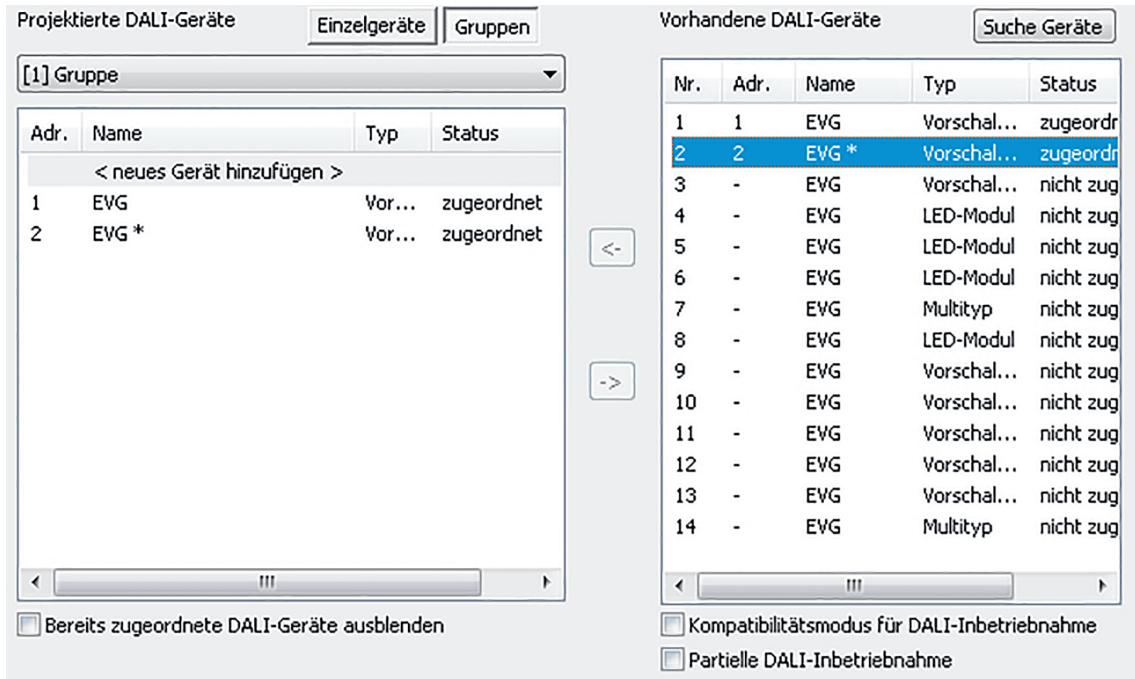

Bild 69: Betriebsgerät einer Gruppe zugeordnet
- Die zugeordneten Betriebsgeräte bleiben im rechten Teilfenster sichtbar und erscheinen für die ausgewählte Gruppe zudem im linken Bereich (Bild 69). Im rechten Bereich erhalten diese EVG die Kurzadresse der Zuordnung.